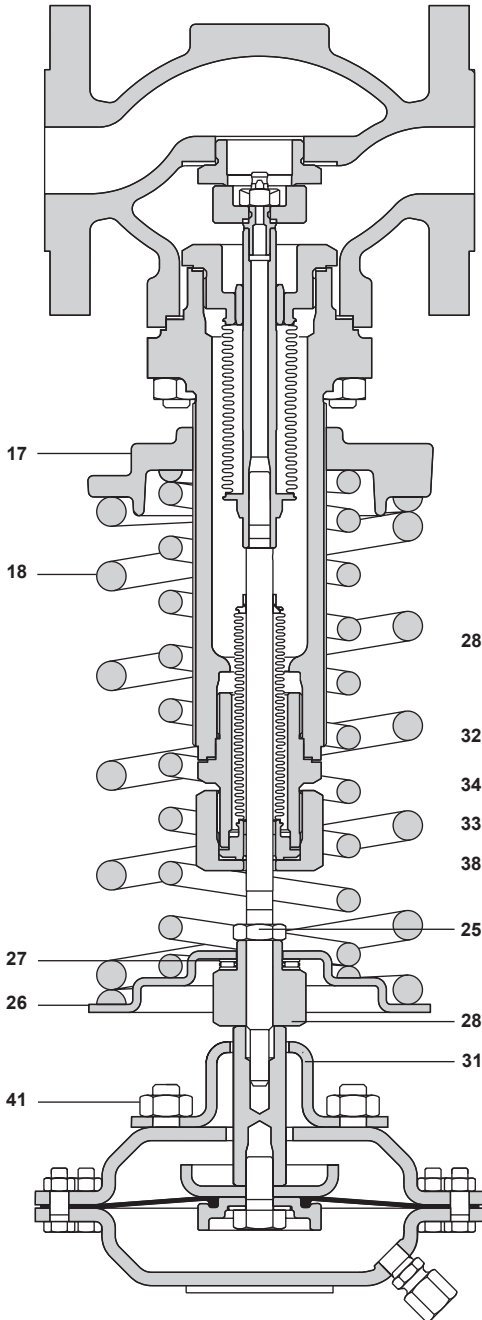

Abb. 8
- Sechskantschraube (36) lösen und sie zusammen mit der Membranhalterung (38), Dichtungsring (37), Membran (35) und Spindel (40) entfernen.
- Neue Membran (35) einsetzen.
- Antriebsgehäuse auf das Ventil setzen und die Mutter (41) mit dem empfohlenen Drehmoment, siehe Abschnitt 4.2, anziehen.
4.4.2 Austausch der Feder(n) (Abb. 8 und 9):
- Sollwertversteller (17) drehen, bis Feder(n) (18) entspannt ist.
- Messleitung trennen. Mutter (41) lösen und Antrieb vom Ventil entfernen.
- Antriebssäulen-Mutter (16) lösen und den Montagebügel (31) entfernen.
- Während die Justiermutter (28) gehalten wird, Kontermutter (25) lösen, Justiermutter (28), Kontermutter (25), Nadellager (27), Federplatte (26), Federtasse (29) und Feder(n) (18) entfernen.
4.4.3 Austausch der Abdichtungsbalg-Einheit((Abb. 8 und 9):